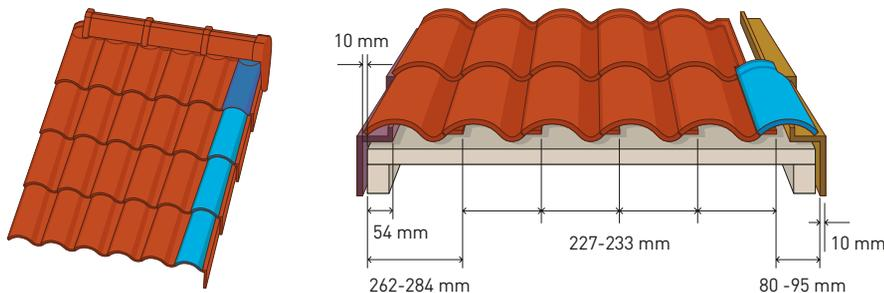
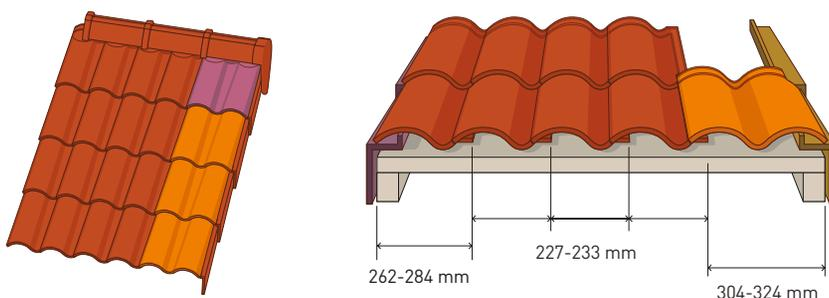

Fig. 2
Fig. 3
4. Al llegar a la parte derecha del faldón cerraremos sobre el remate lateral derecho con 1/2 Teja **(Q16)** **(fig.2)** o con Doble teja **(Q33)** **(fig.3)**.
5. Para la finalización del faldón en su encuentro con la cumbrera, se recomienda utilizar la pieza Bajo Cumbrera **(Q70)** **(fig.2)** y Doble Bajo cumbrera **(Q71)** **(fig.3)**, consiguiendo así una buena ventilación y una ejecución más rápida.